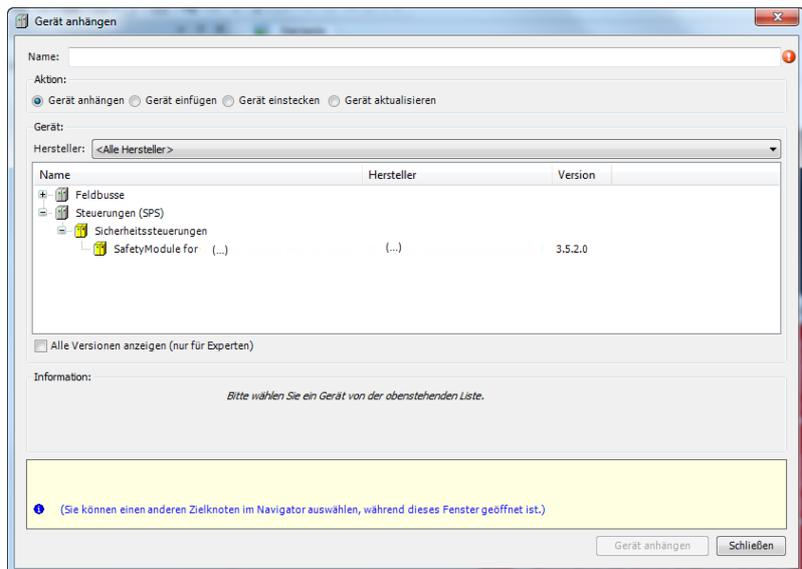

Abb. 18: Dialog beim Anhängen einer Sicherheitssteuerung
5. ➤ Den ausgewählten Standardsteuerungen die Sicherheitssteuerung (am Beispiel Abb. 18) hinzufügen: Selektion der Standardsteuerung und Aktivierung des Kontextmenübefehls „*Gerät anhängen...*“ und Sicherheitssteuerung auswählen (siehe Abb. 18).